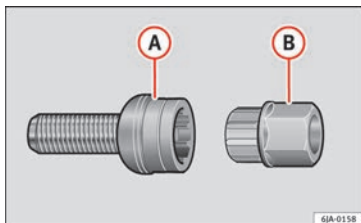

Fig. 61 Boulon antivol de roues avec adaptateur.
- Introduisez l'adaptateur **B** » fig. 61 avec le côté denté jusqu'en butée dans la denture intérieure du boulon antivol de roues de type **A**, où seuls les six pans creux ressortent.